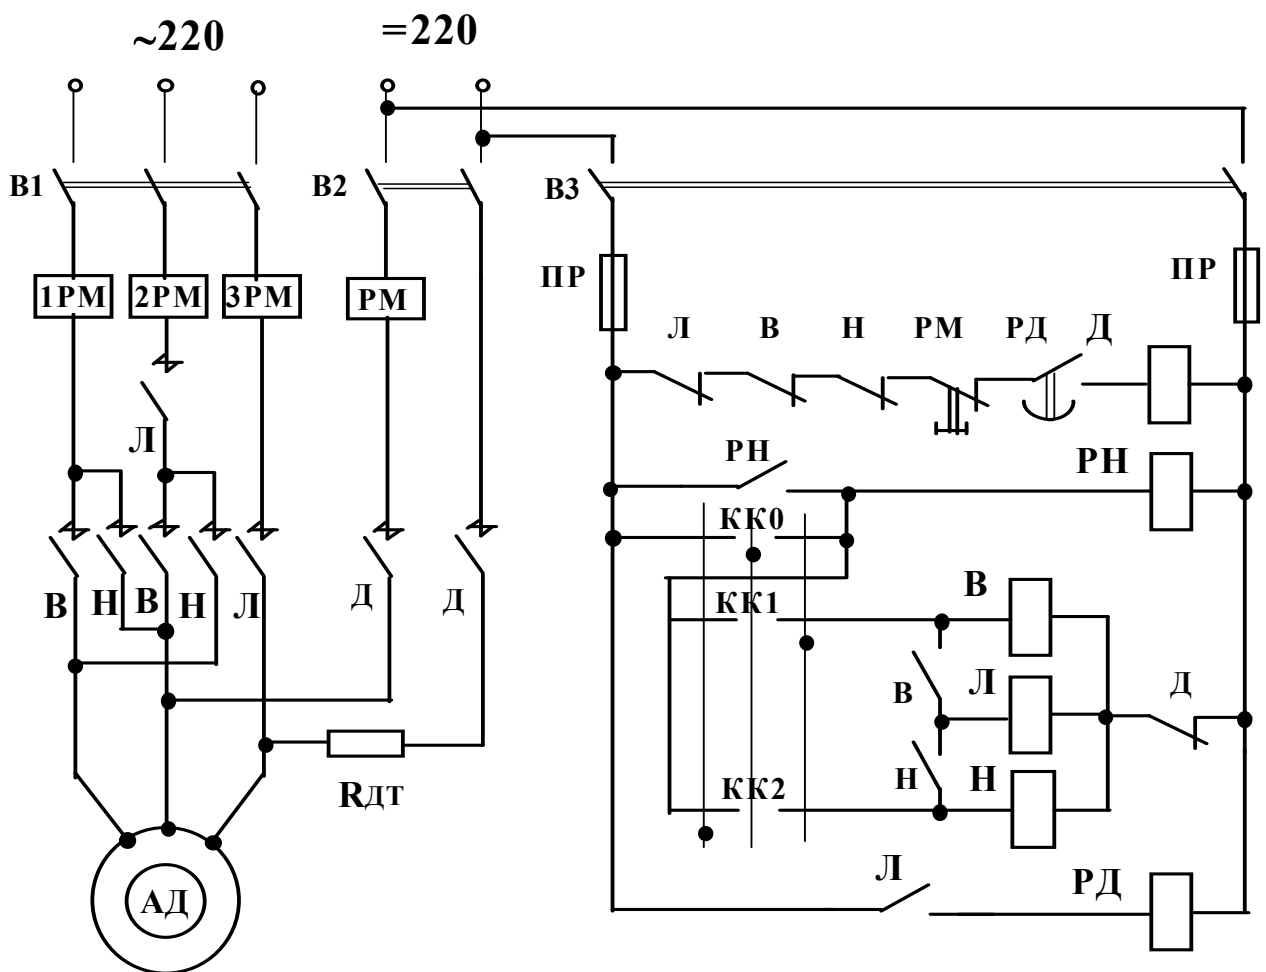

Рис. 5.1. Електрична схема станції БУ5509-13А2Б
Станція БУ5509-13А2Б (електрична схема на рис.5.1) представляє собою ізольовану панель, на якій змонтовано:
- Електрична схема станції (рис. 5.1.).